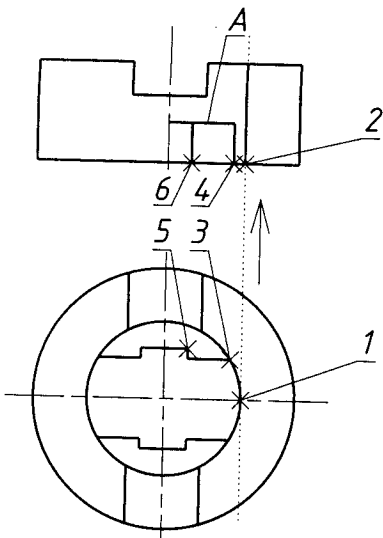

Рис. 12.20
- Виконуємо на головному вигляді розріз (рис. 12.20).